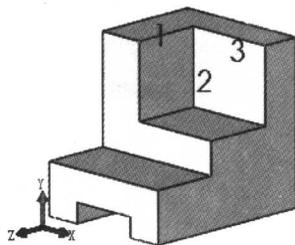

图 1-3 三条边相交时的圆角顺序
- 1) 可以不倒第2边，同时倒1、3边，如图1-3所示。
- 2) 倒完第1边才能倒第2、3边，如图1-3所示。
- 3) 倒完第3边才能倒第1、2边，如图1-3所示。